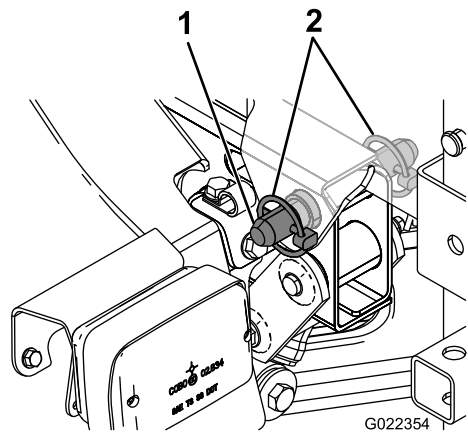

Figura 10
5. Allineate i fori nelle barre di articolazione della parte posteriore del gruppo del telaio di supporto del serbatoio con i fori nel tubo di articolazione del pianale nella parte terminale del telaio del veicolo (Figura 10).
6. Installate un perno con testa rastremata e 2 acciarini sulla barra di articolazione per fissare il gruppo serbatoio al telaio (Figura 10).